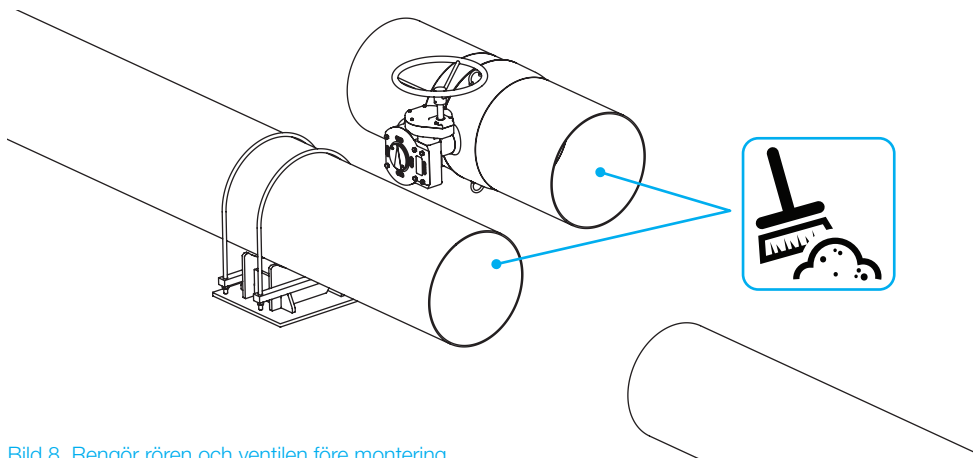

Bild 8. Rengör rören och ventilen före montering.
- Rengör rören och ventilen – se bild 8